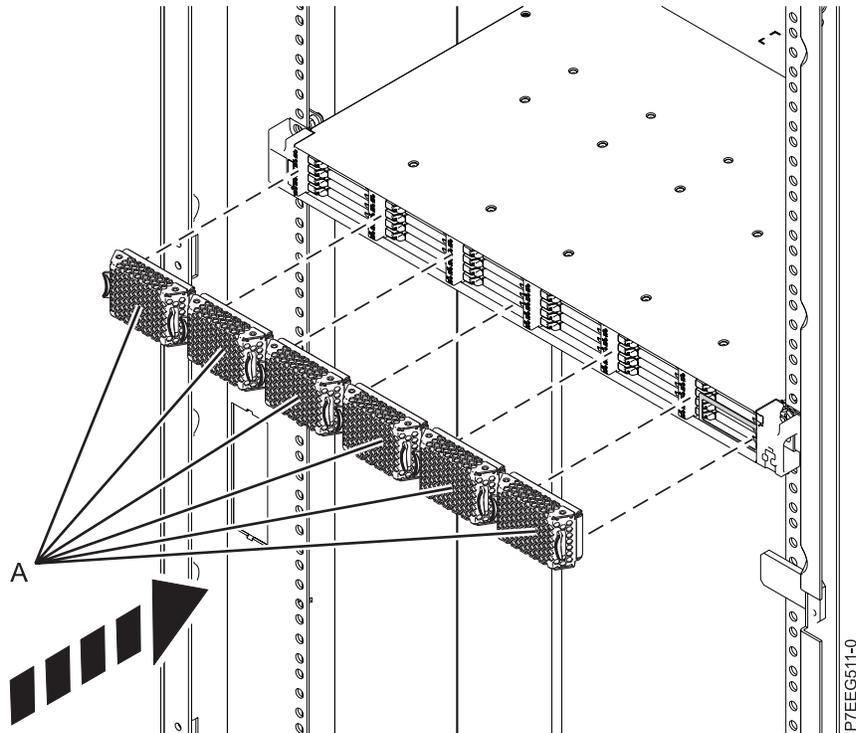

Figura 17. Instalación de las tapas biseladas EMC de SSD
- h. Instale las seis tapas biseladas EMC de SSD (**A**) para cubrir las ranuras que contienen las SSD, tal como se muestra en la Figura 17 en la página 17.